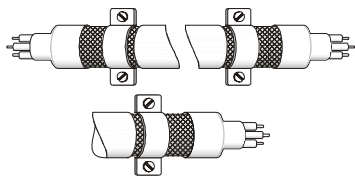

图 2
4. 电机线的隔离铜网与金属板的连接方式需正确，应将电机线两端的隔离铜网使用 U 型金属配管支架与金属板固定，正确连接方式请见图 2 中的连接方式。